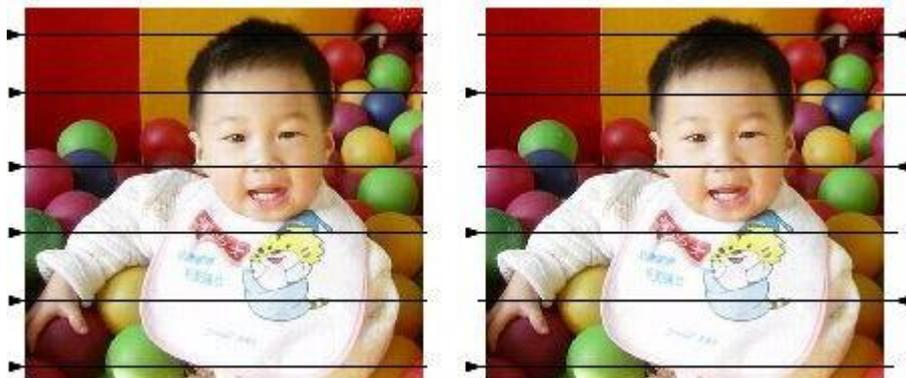

Abbildung 4-57 Links ist ein unilateraler Scan, rechts ein bidirektionaler.
**Bidirektionaler Scan:** Der Scanmodus ist während des Markierungsvorgangs bidirektional (Abbildung 4-57).